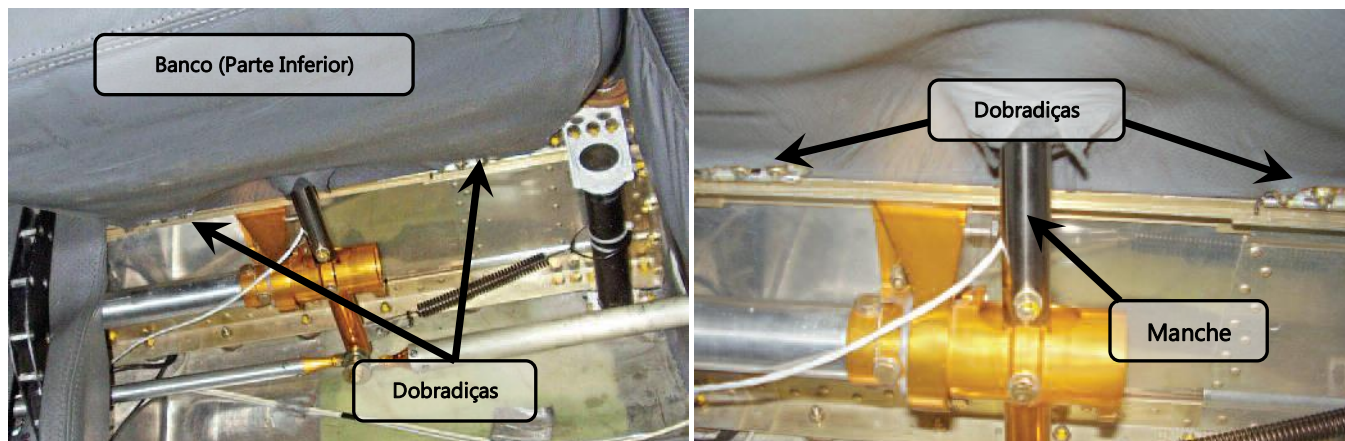

Figura 25.10.6 – Dobradiças do assento
5. Levantar o assento e acessar as dobradiças do mesmo. Ver figura 25.10.6;